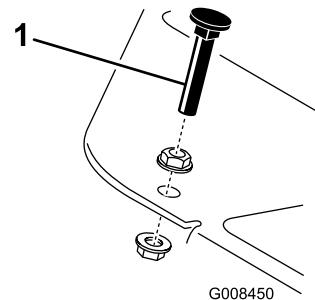

Figura 50
Premete il comando della trazione. Se il pedale tocca il fermo (Figura 50) prima che avvertiate la tensione sul cavo:
- Allentate i dadi di bloccaggio flangiati che assicurano il fermo del pedale al pianale (Figura 50).